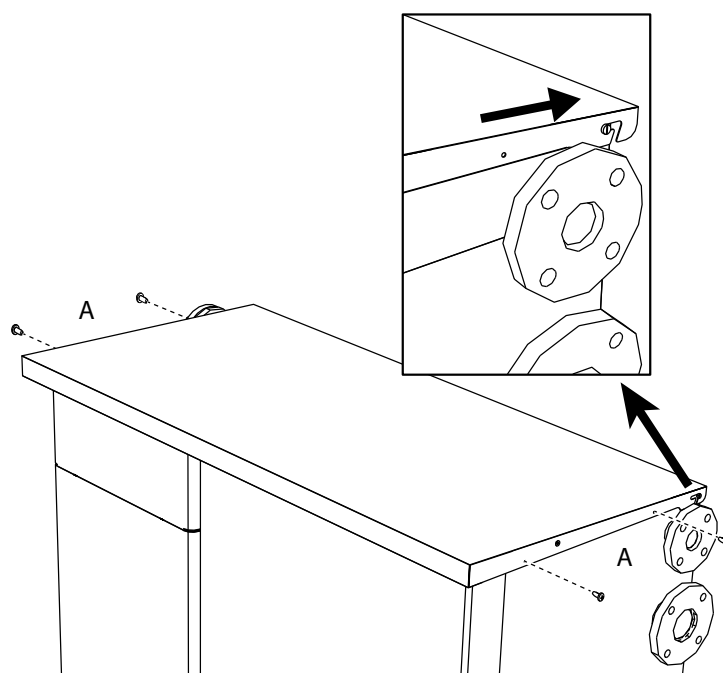

fig. 88 - Apertura coperchio
2. Far scorrere il coperchio verso la parte posteriore in modo da agganciare il piolino come nel riquadro di fig. 88.